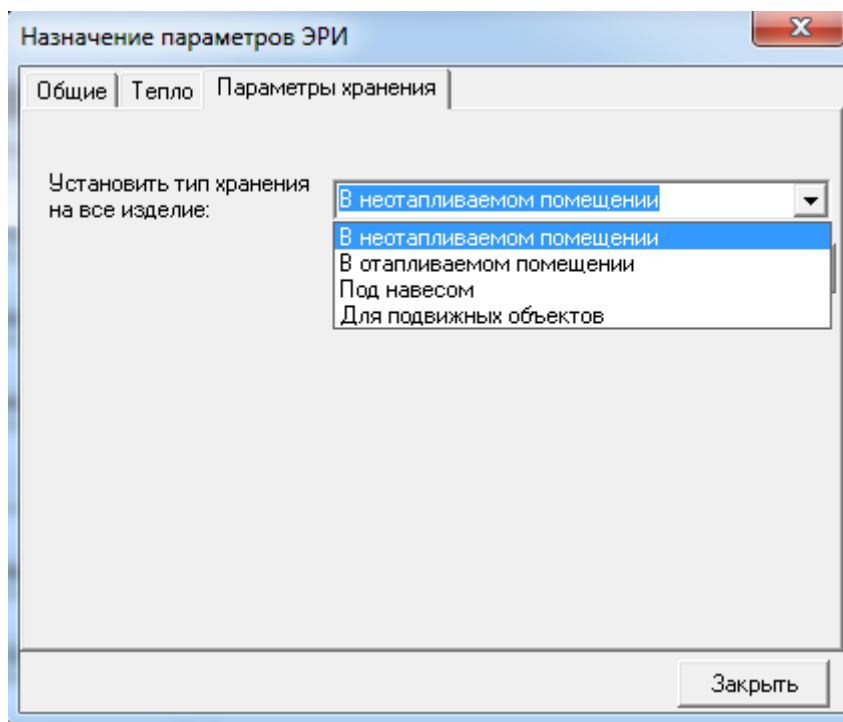

Рис. 3.46. Изменения условий хранения
- В появившемся окне «Назначение параметров ЭРИ» (см. рис. 3.46) выберите новые условия хранения.